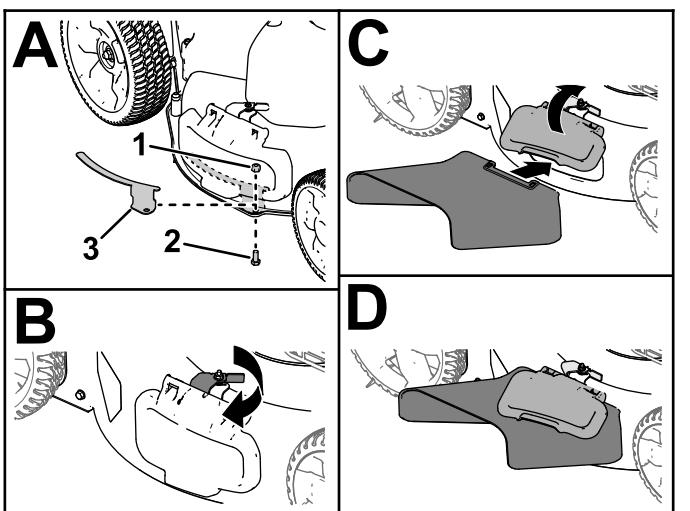

Figura 19
1. Retire o suporte do defletor de descarga lateral e os fixadores (A da Figura 19).
2. Destranque e levante o defletor lateral e instale a calha de descarga lateral (B, C e D da Figura 19).
**Importante:** Instale o suporte do defletor quando não estiver a utilizar a calha de descarga lateral (A da Figura 19).